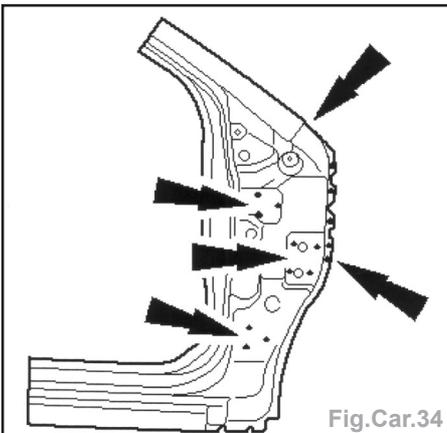

Fig.Car.34
- Découper, ajuster et réaliser le perçage (flèche) afin de souder par bouchonnage au Ø 10 mm (Fig.Car.34).